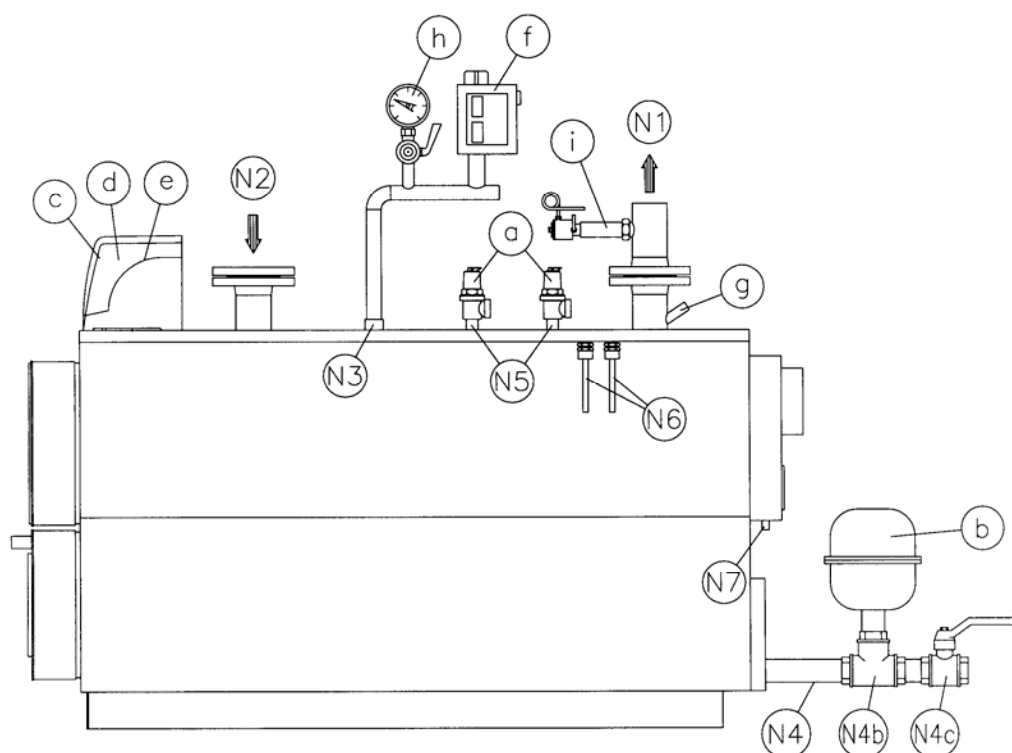

Рис. 1
3.2.1 ВОДОГРЕЙНАЯ ТЕПЛОВАЯ УСТАНОВКА С ЗАКРЫТЫМ РАСШИРИТЕЛЬНЫМ БАКОМ – ДАВЛЕНИЕ 5 БАР (РИС. 1)